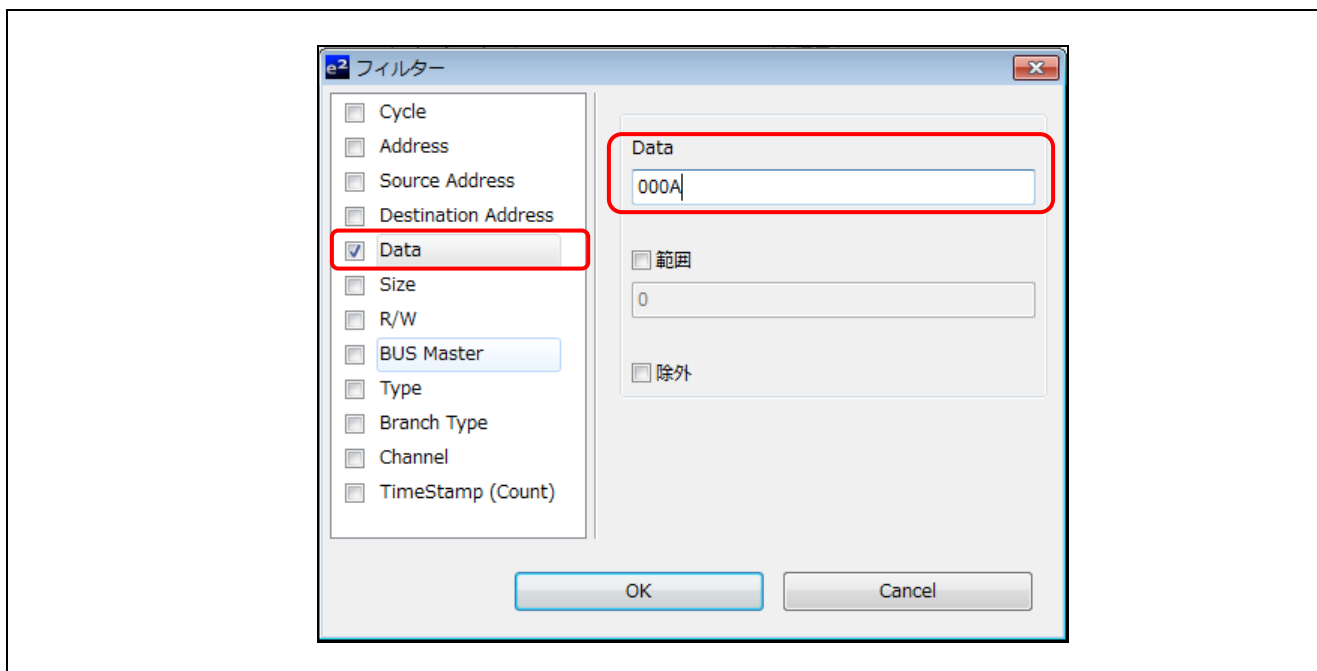

図 15 フィルター条件の設定
11. フィルター・ボタン  をクリックすると、[フィルター] ダイアログが開きます。図 15 に示すように、[Data] チェックボックスを選択し、空のフィールドに "000A" を入力します。